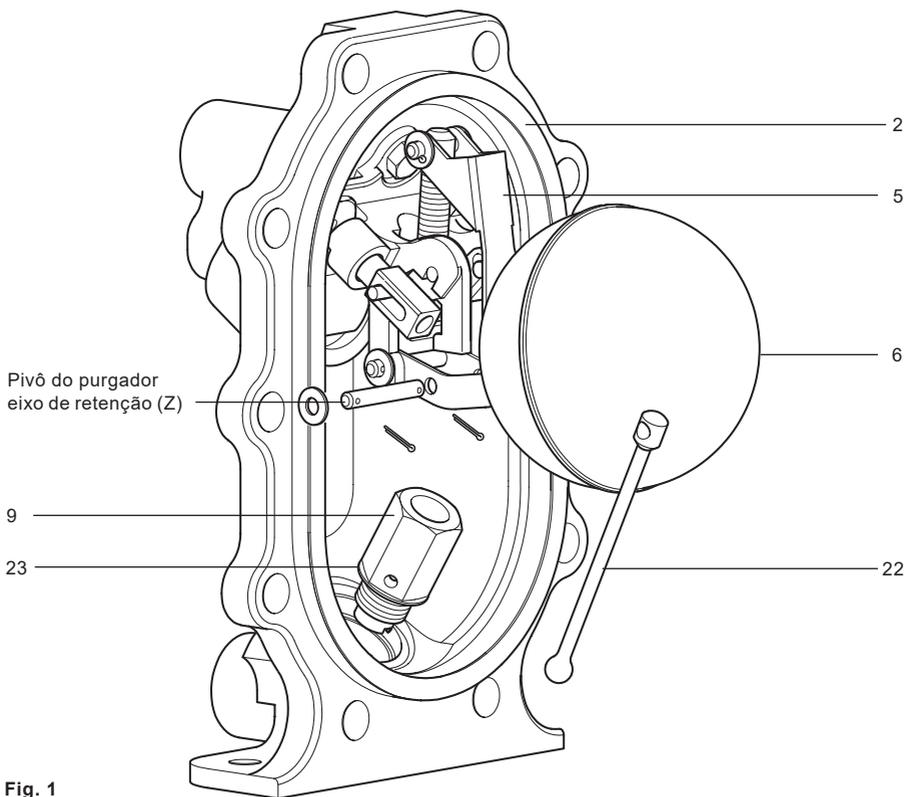

Fig. 1
3. Cuidadosamente instale a junta nova (item 2) no corpo existente.
4. Remova o pino bipartido, a arruela e o eixo do pivô do purgador (Z) (consulte a Fig. 1).
5. Remova a haste da válvula de drenagem (item 22) do mecanismo.
7. Usando o soquete A / F de 24 mm, desaparafuse o sifão e o compartimento da válvula de retenção (item 9).
10. Antes de instalar um novo mecanismo, limpe o orifício do compartimento da drenagem dentro da tampa, garantindo que qualquer lama ou incrustação seja removida com cuidado. Lembre-se de colocar uma nova junta (item 23).
13. Reinstale a haste da válvula de retenção e o eixo pivô (Z) (comprimento 40 mm), lembrando-se de usar novos pinos de divisão e arruelas - na alavanca de retenção (item 5).
14. Mova a boia para seus limites superior e inferior para garantir que o mecanismo de drenagem opere suavemente e a haste da válvula (item 22) deslize suavemente dentro de sua guia.